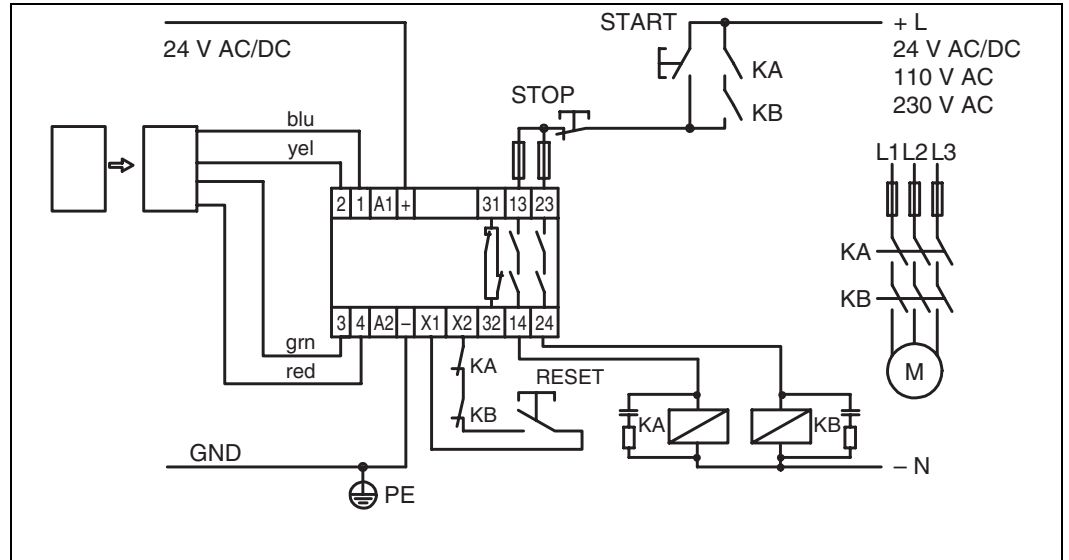

Abb. 4a: Beispiel einer Verdrahtung 24 V AC/DC mit Schützkontrolle und statischem Reset
- Für den Anschluss von 24 V AC/DC Betriebsspannung, Klemmen + und -/PE verwenden (Abb. 4a).